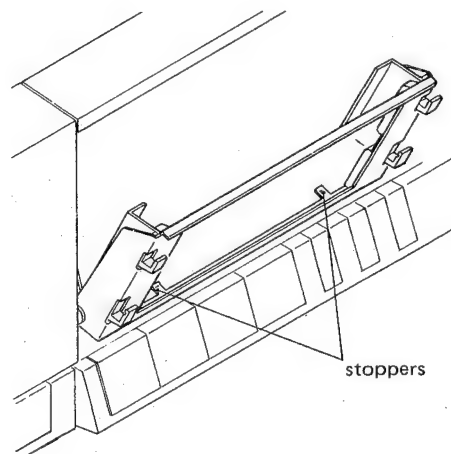

Fig. 4-9
- Head check jig A should be inserted with its edge set on the stoppers at the bottom of the cassette holder (Fig. 4-9).
- ヘッド治具Aはその底端部がカセット・ホルダのストッパにて支持されるように入れること (図4-9)